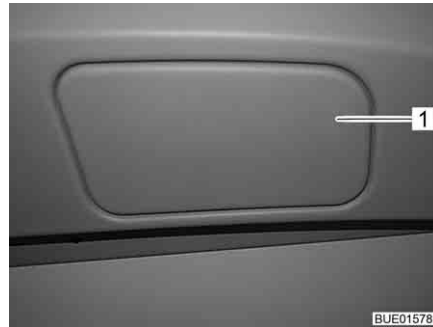

Bild 34 Abdeckung der Notentriegelung
- Abdeckung (Bild 34, 1) der Notentriegelung an der Fahrerhausdecke mit einem flachen Gegenstand (z. B. Münze) abheben.